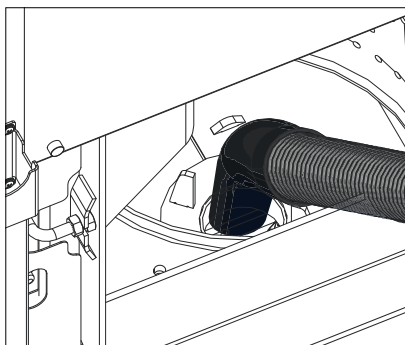

Fig. 43 Aspirare il tubo aria primaria al centro del corpo caldaia
- Aspirare i residui di combustione dal corpo caldaia con un'aspirapolvere. Aspirare la cenere anche dal tubo dell'aria primaria (al centro del corpo caldaia) – Fig. 43.